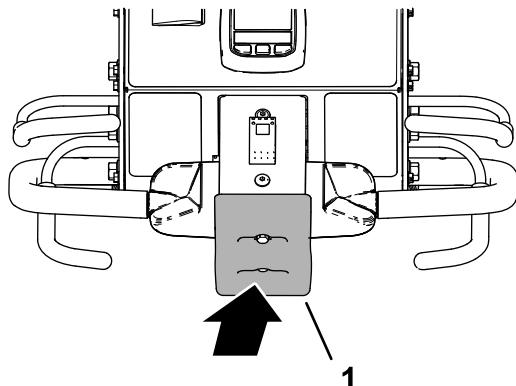

图 36
2. 在抓住操作员到位把手和牵引控制装置的同时接触到底动块开关图 36。